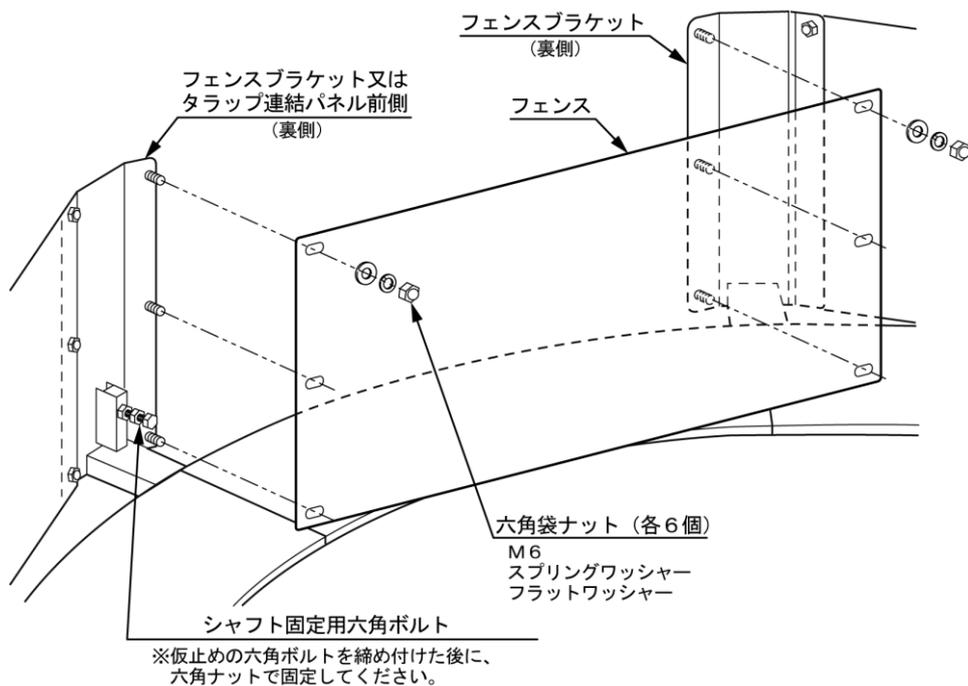

図6-26 フェンスの取り付け
(17) フェンスの取り付け
- ① 「(14)」で取り付けしたフェンスブラケット（7個）と「⑮」で取り付けしたタラップ連結パネル前側（1個）にフェンス（7枚）を取り付けます。フェンスを付属の六角袋ナット（M6 各6個）で固定します。（図6-26）
- ② 全てのフェンスを取り付けた後、仮止めしておいたフェンスブラケットとタラップ連結パネル前側のシャフト固定用六角ボルトを全て本締めします。（図6-26）